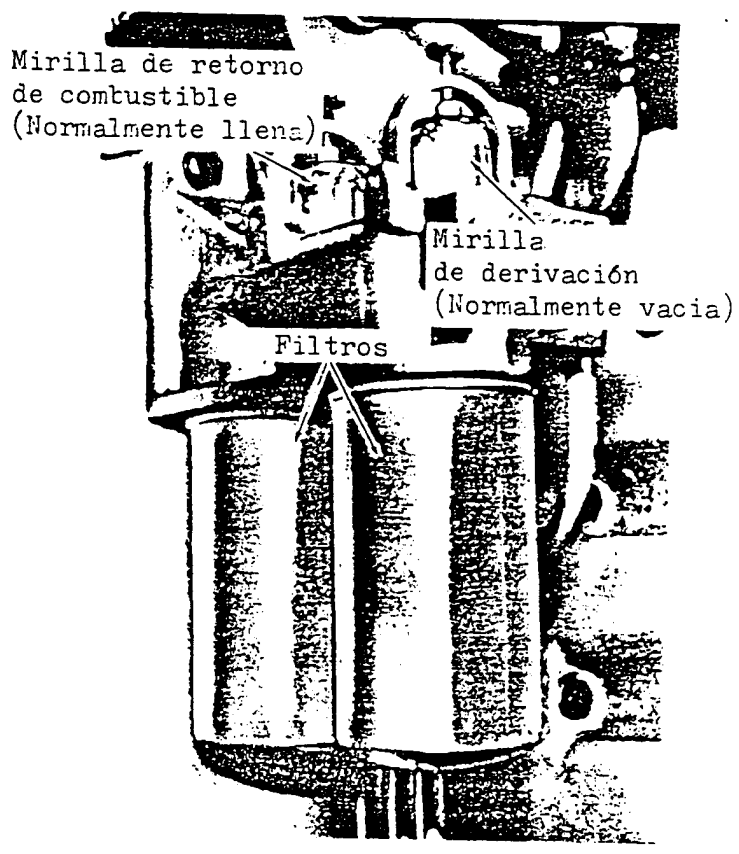

Fig. 1-7.- Mirillas de combustible.
- 7) Colocar el conmutador de cebado y arranque en la posición CEBADO hasta que el combustible circule por la mirilla de retorno claro y sin burbujas (normalmente 10-15 seg.). Fig. 1-7.